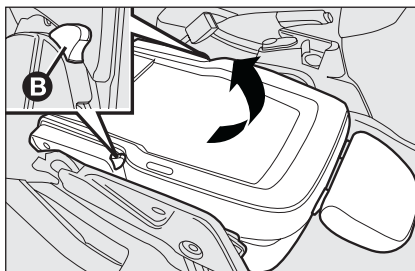

fig. 25
- agir sur les leviers **B-fig. 25** et soulever ensuite le siège vers le haut.